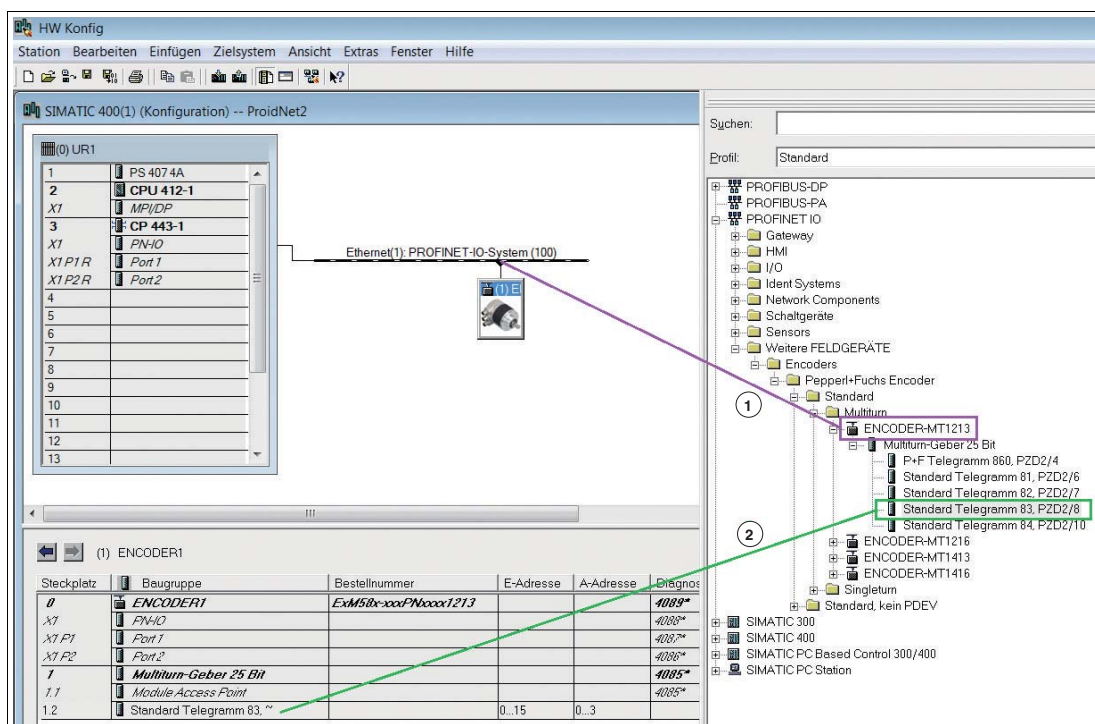

Abbildung 8.2
1. Doppelklicken Sie das Drehgeber-Symbol, → siehe Abbildung 8.2 auf Seite 30, um die Kommunikationsparameter einzustellen, die die SPS nutzt.